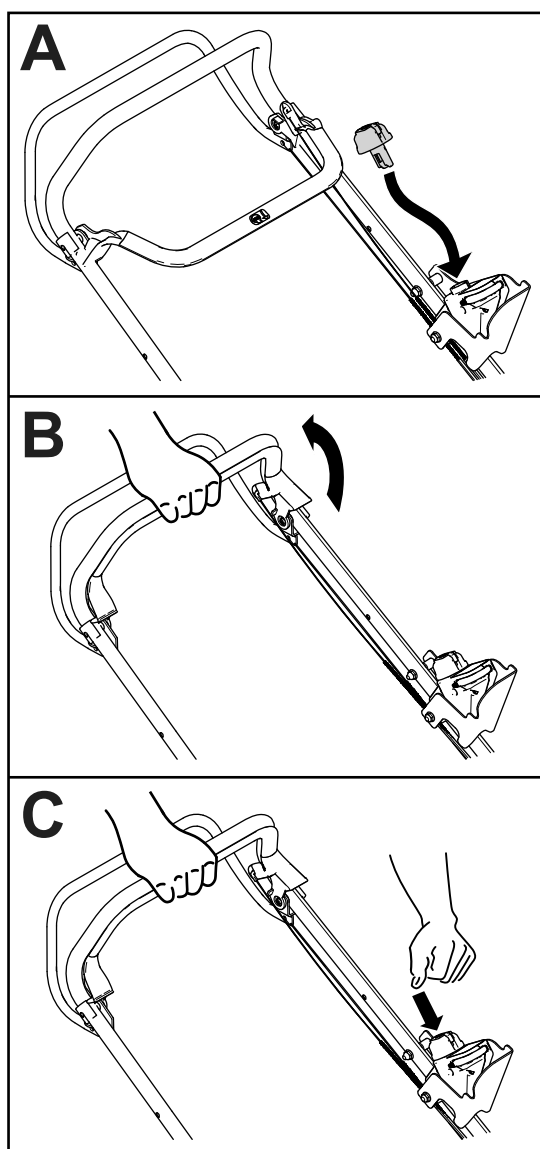

Figura 19
2. Inserite il pulsante di avviamento elettrico fate riferimento alla [Individuazione del pulsante di avviamento elettrico \(pagina 16\)] nell'interruttore dell'avviatore elettrico (A della Figura 19).
3. Premete la barra di comando della lama e tenetela ferma sulla stegola (B della Figura 19).
4. Premete il pulsante di avviamento elettrico fino a che la macchina non si avvia e la lama non inizia a ruotare (C della Figura 19).